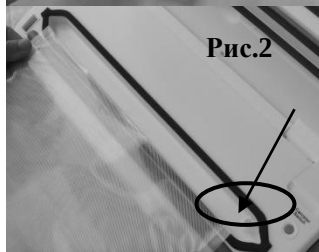

Рис.2
3. Розташуйте один кінець майбутнього пакета поверх смужки запаювання, але не кладіть його у вакуумну камеру — **Рис. 2.**